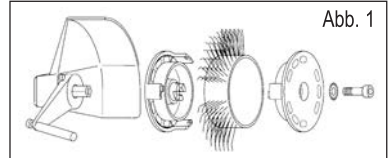
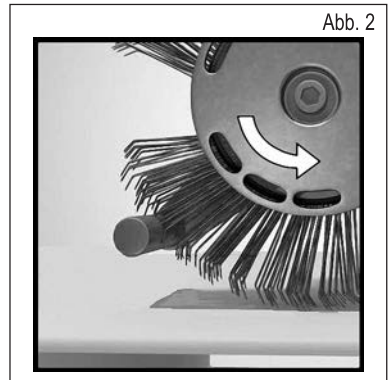

Abb. 1
Abb. 2
1. Stromversorgung unterbrechen und dann Bristle Blaster® Band 23 mm ordnungsgemäß mit dem entsprechenden Aufnahmesystem (Laufrichtung beachten) und der dafür vorgesehenen Fächerscheibe und Schraube am Werkzeug befestigen. **Siehe Abb. 1 und Abb. 2**
Verwenden Sie ein Bristle Blaster® Band in der falschen Laufrichtung? – Richten Sie das Band so aus, dass es in die vorschriftsmäßige Richtung läuft (siehe Kapitel 5, Inbetriebnahme, Abb. 2).